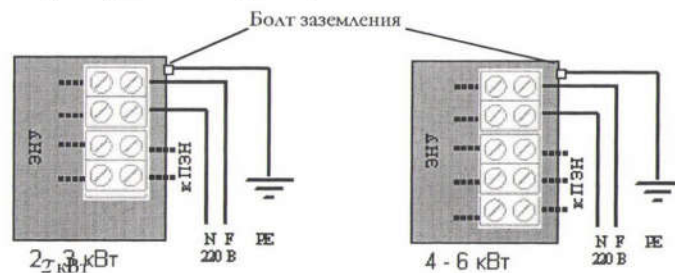

Рис. 2 - 4
- Подключение ЭНУ необходимо выполнить в соответствии с рис.2. Провода, подключаемые к ЭНУ, включая нулевой рабочий и нулевой защитный, должны быть в термостойкой изоляции, сечениями не ниже, указанных в разделе 2 настоящего руководства. Концы проводов, подключаемые к ЭНУ должны быть оборудованы наконечниками. Подсоединить силовые провода N и F к клеммнику. Выполнить заземление корпуса ЭНУ нулевым защитным проводником PE (рис.2).